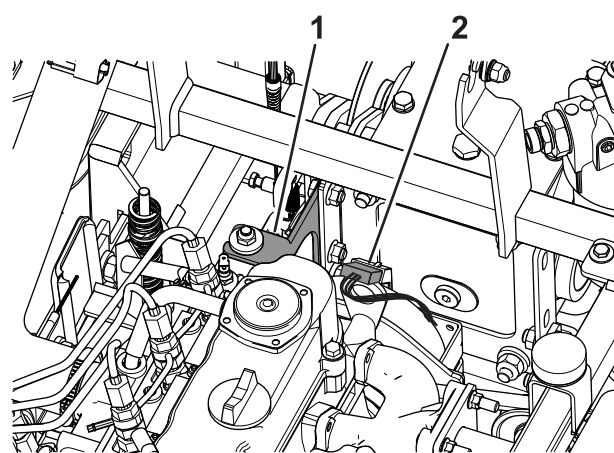

**Figura 77**
5. Si fuera necesario, gire la tuerca del tensor de la polea hasta que la flecha indicadora de tensión se alinee con la superficie exterior de la arandela (Figura 77).
- Mueva la polea tensora hacia arriba y retire las correas de la máquina (Figura 77).
- Alinee las correas de la toma de fuerza sobre las poleas (Figura 77).